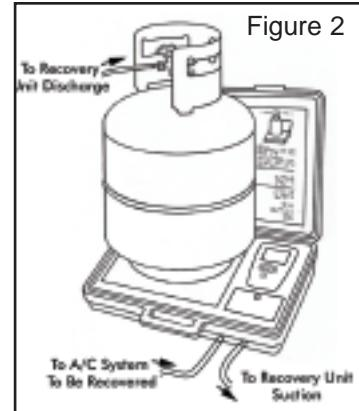

Figure 2
- 7) Stellen Sie nun den Tank auf die Wiegeplattform wie in Fig. 2 zu sehen. **Achtung: Es ist besonders wichtig, den Tank nicht vor diesem Schritt auf die Wiegeplattform zu stellen. Bei Nichtbeachtung können Überfüllungen die Folge sein. Gefahr - Den Recyclingtank immer nur mit flüssigem Kältemittel befüllen. Überfüllungen des Recyclingtanks führen zu gewaltigen Explosionen die zu starken Erkrankungen, oder gar zum Tod führen.**